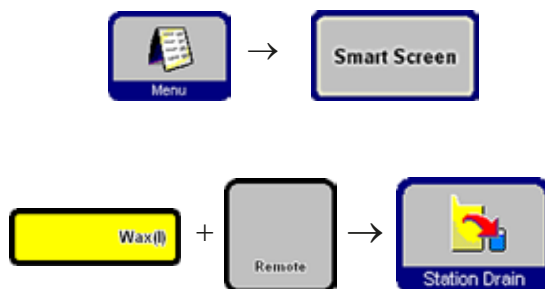

Fig. 56
- Sélectionner le récipient de paraffine à vider et le bac récepteur (Remote, fig. 56). Appuyer sur la touche **STATION DRAIN**.